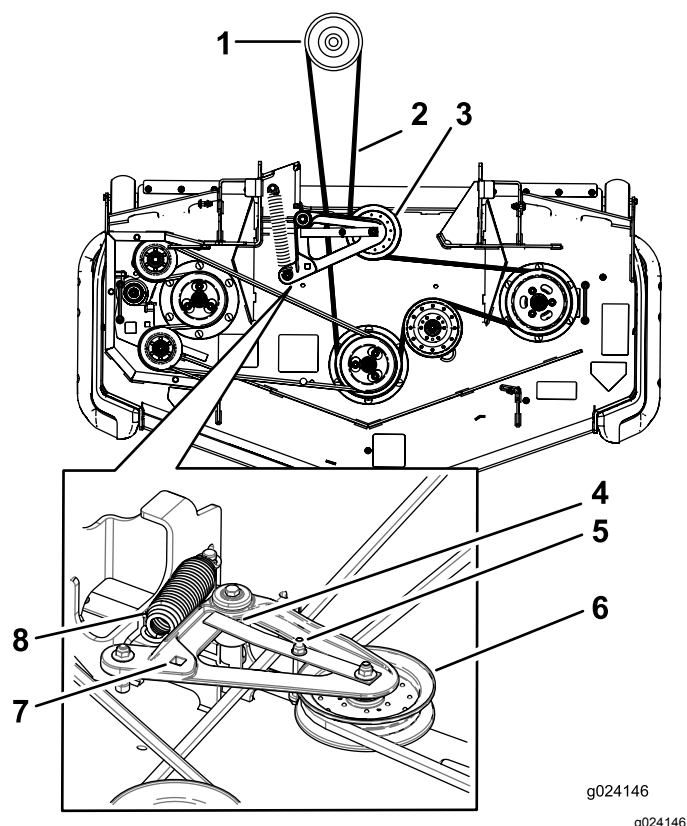

Figura 73
10. Utilizando la llave de carraca en el taladro cuadrado, instale la correa nueva alrededor de las poleas del cortacésped y las poleas tensoras (Figura 73).
8. Utilice una llave de carraca en el taladro cuadrado del brazo tensor para aliviar la tensión del muelle tensor (Figura 73).
10. Tire hacia arriba de la pestaña de la guía de la correa y retire la correa existente (Figura 73).
11. Pase la correa nueva alrededor de las poleas del cortacésped y de la polea del embrague, debajo del motor (Figura 73).
12. Asegúrese de que la pestaña de la guía de la correa entra en contacto con el buje pivotante (Figura 73).
13. Utilizando la llave de carraca en el taladro cuadrado, instale el muelle tensor (Figura 73). Asegúrese de que los extremos del muelle están asentados en las ranuras de anclaje.